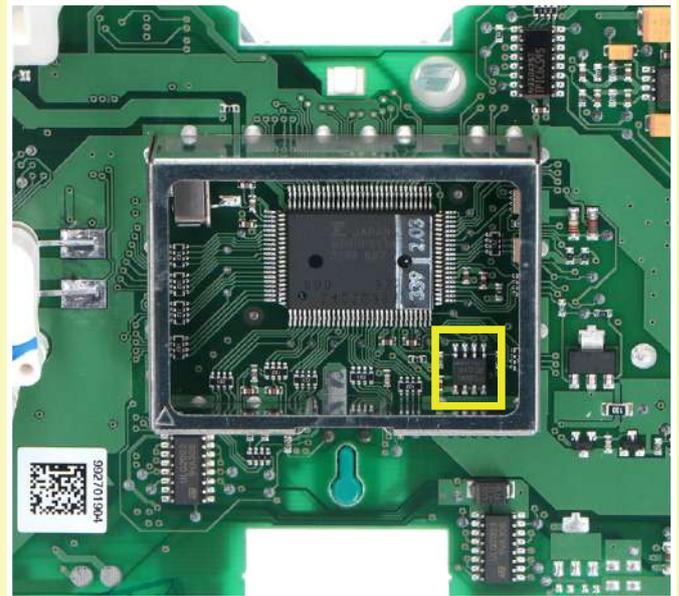

Figura 4
- Dissaldare ed effettuare un backup della EEPROM 93C86 (evidenziata in figura 4), presente all'interno della schermatura metallica sul retro contachilometri.